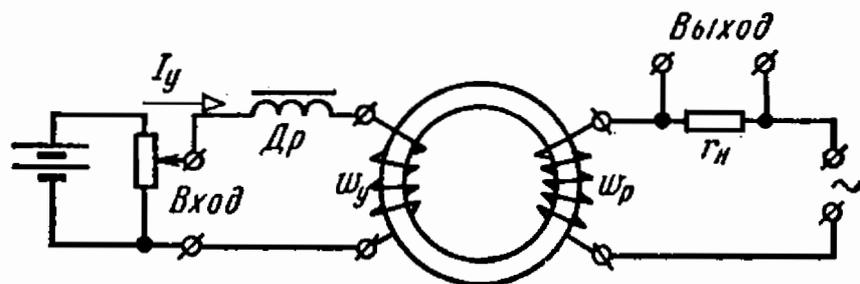

Рис. 9.6
9.6. В схемах автоматики широко применяется магнитный усилитель, основным элементом которого является ферромагнитный сердечник с обмотками (рис. 9.6). Одна из обмоток магнитного уси-